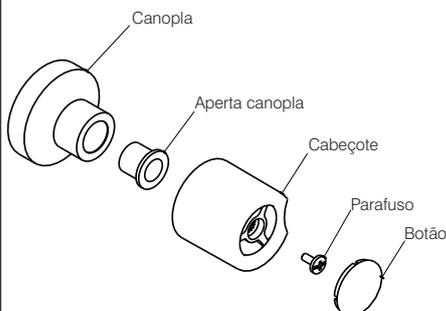

Fig.1
3. Por fim encaixe sob pressão o **botão**. (Fig.1)